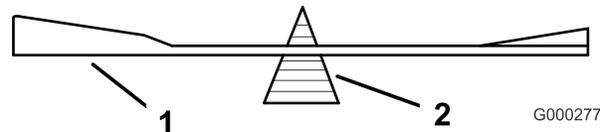

図 80
2. ブレード・ balanサー(図 80)を使ってバランスを調べる。ブレードが水平に停止す